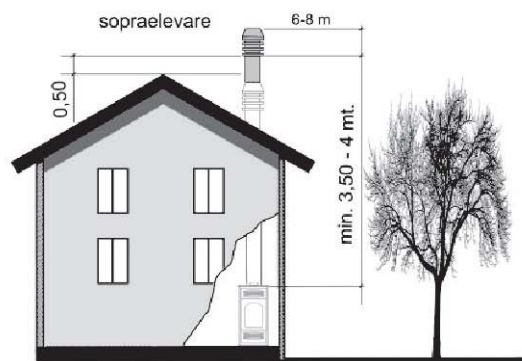
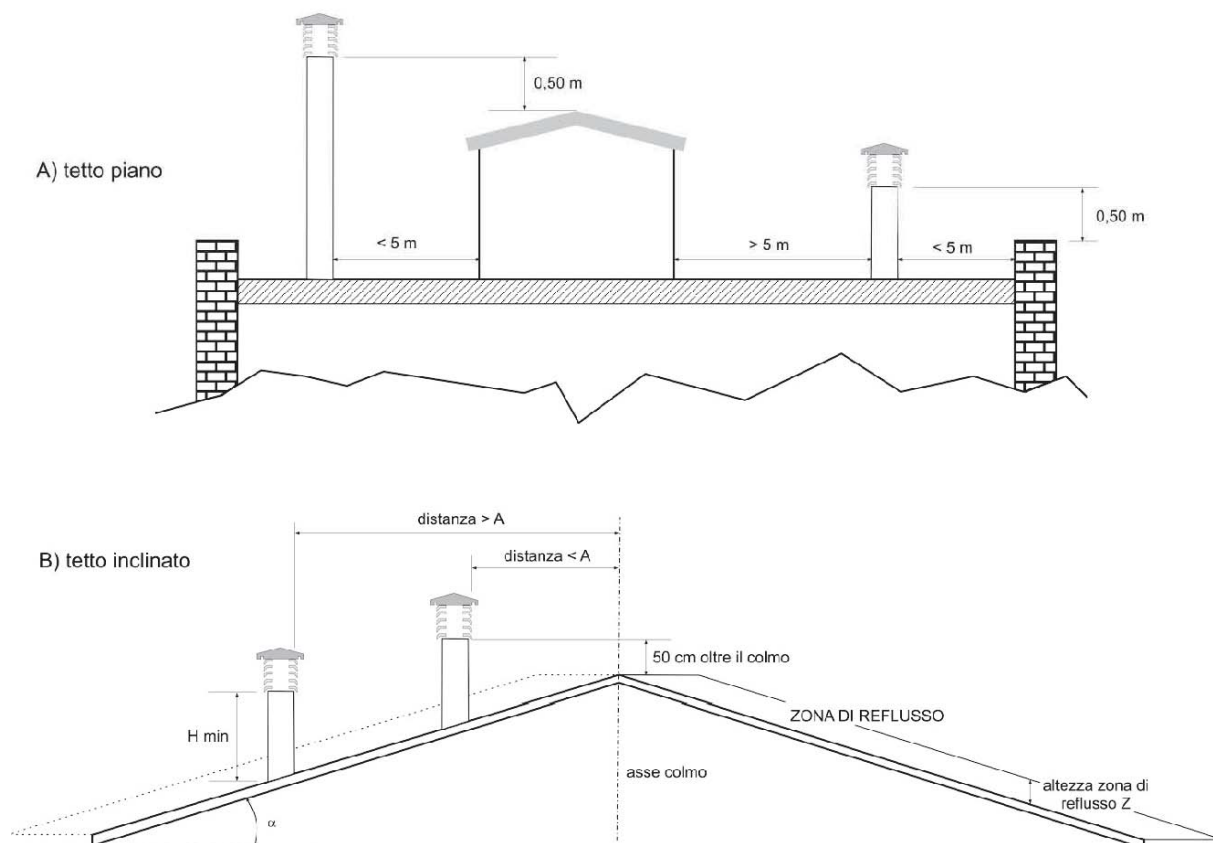

Fig.7
Fig.8
- deve essere posizionato in modo da garantire un'adeguata dispersione e diluizione dei prodotti della combustione e comunque al di fuori della zona di reflusso. Tale zona ha dimensioni e forme diverse in funzione dell'angolo di inclinazione della copertura, per cui risulta necessario adottare le altezze minime riportate in fig.7 e in fig.8.
- Il comignolo dovrà essere del tipo antivento e superare l'altezza del colmo (fig.7 e fig.8).
- Eventuali fabbricati o altri ostacoli che superano l'altezza del comignolo non dovranno essere a ridosso del comignolo stesso (fig.7).